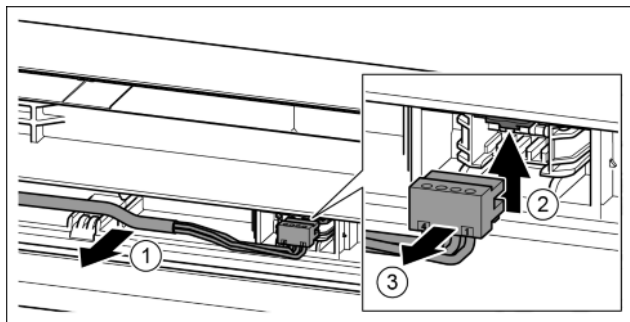

Fig. 18
- Осторожно высвободить серый кабель из направляющей в двери. Fig. 18 (1)
- Отжать соединительную накладку вверх. Fig. 18 (2)
- Осторожно извлечь штекер. Fig. 18 (3)